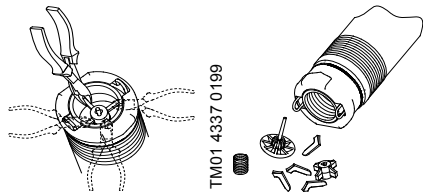

Рис. 7
1. За допомогою кліщів або аналогічного інструменту видалити ніжки клапану, як вказано на рис. 7.